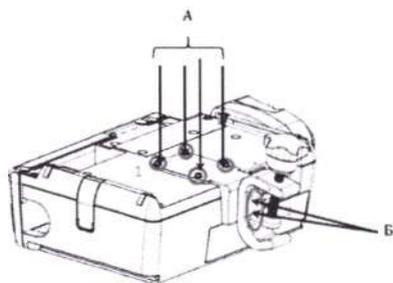
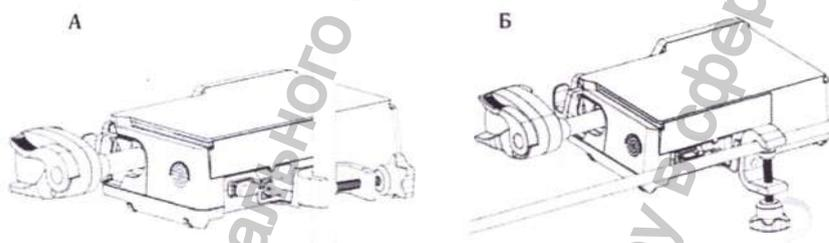

Рис. 8. Установка крепления к помпе.
Рис. 9. Крепление помпы на инфузионной стойке.
1. С помощью крестовой отвертки и 4 винтов М4 установите крепление на нижней части корпуса помпы, как показано на рис. 8 (А).
2. Конструкция крепления позволяет закрепить помпу для энтерального питания, как на вертикальной (рис. 9А), так и на горизонтальной (рис. 9Б) инфузионной опоре. Для этого установите С-образный держатель с помощью 2 винтов М4 по отношению к пластине крепления в соответствующее положение, как показано на рис. 8 (Б).
1. На одну из помп установите крепление к стойке, как показано на рис. 8.
3. Закрепите блок из 2-х помп на инфузионной стойке как показано на рис. 9.